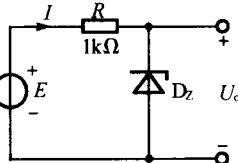

图 14.12
14.2.6 如图 14.12 所示电路中, 已知稳压管 2CW17 的参数为:  $U_z = 10 \text{ V}$ , 稳定电流为  $5 \text{ mA}$ , 额定功耗  $P_z = 250 \text{ mW}$ 。试求电压源  $E$  分别为  $8 \text{ V}$ 、 $18 \text{ V}$ 、 $-6 \text{ V}$  时的  $U_o$  和电流  $I$  的大小各为多少? 为使电路正常稳压,  $E$  的最大允许值为多大?